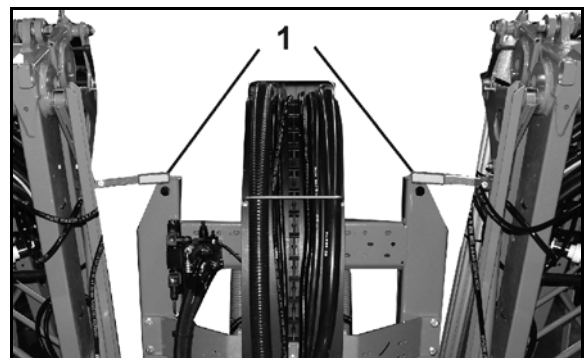

Bild 11
- Bild 11/...
- (1) Okulär kontroll över låsningen av **Super-S**-sprutrampen